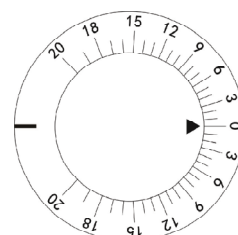
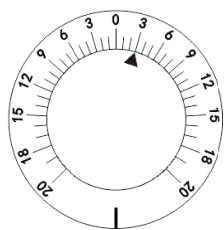
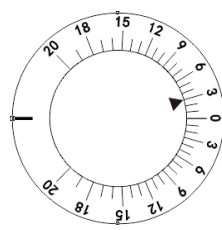

Figura 22
Figura 23
Figura 24
Gire el prisma giratorio ⑫ sujetando su base para colocarla en la abertura de examen. Gire la perilla de rotación del prisma ⑪ hasta que se establezca la potencia requerida del prisma. Lo que indica la flecha del triángulo negro es la potencia actual del prisma. Por ejemplo, la potencia del prisma indicada en la figura 22 es 0. que en la figura 23 significa la base en la potencia del prisma de 3, y que en la figura 24 significa la potencia del prisma de la base hacia arriba de  $3\Delta$ .